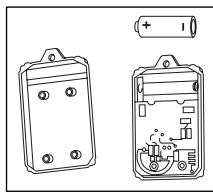

Fig. 7
1. Enlevez les 4 vis se trouvant à l'arrière de l'émetteur et placez une pile alcaline 23AE de 12 volts. (Fig. 7)